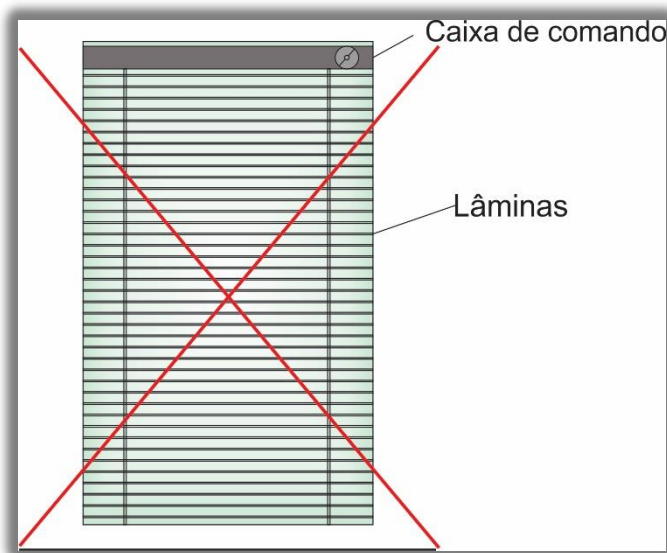

Figura 4- Forma incorreta de transporte
- É expressamente proibido transportar ou manusear o produto com as lâminas abertas (figura 4), **o que ocasionará a perda da garantia.**